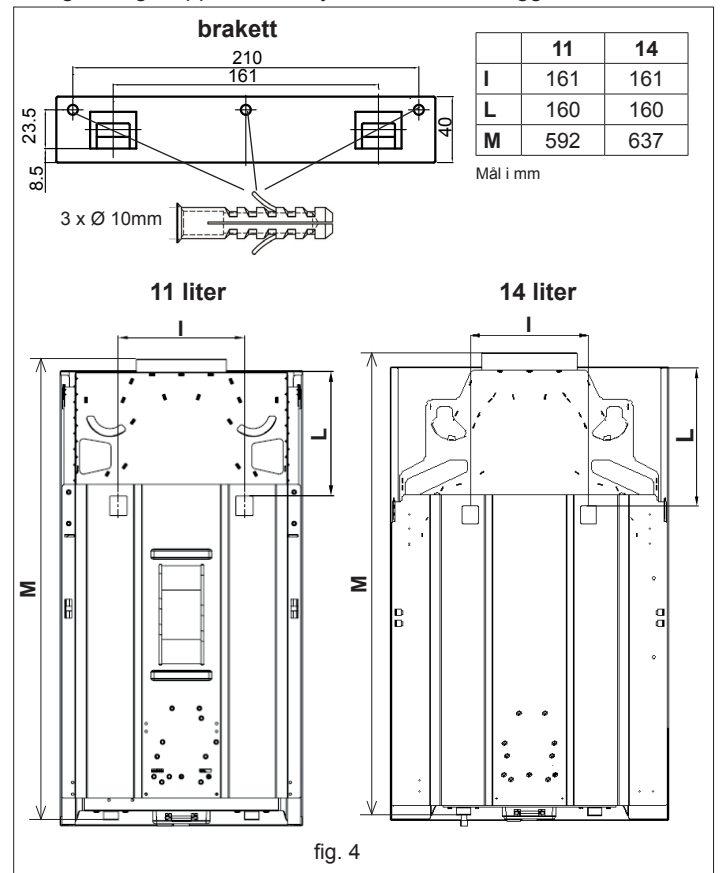

fig. 4
- I fig. 4 angis apparatets høyder for feste til vegg.